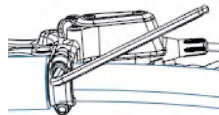

Figura 2-4 Montaje de la maneta del freno de disco
- ② Afloje los tornillos de fijación del cuerpo de la pinza del freno de disco para que el cuerpo de la pinza del freno de disco quede en una posición de ajuste fino y, a continuación, monte el adaptador en el cuadro.
- ① Asegure primero el asa de retención del disco.
- ② Apriete un tornillo hasta la mitad, luego apriete el otro tornillo y, por último, vuelva al tornillo original para apretarlo (como se muestra en la figura 2-4).
- ③ ★Par de bloqueo de la maneta del freno de disco = 60~80kgf-cm (52~69lb-in)
- ④ Sujete la maneta del freno de disco para mantenerla bajo presión y apriete los tornillos de fijación del cuerpo de la pinza de freno con las pastillas presionando contra el disco.
- ⑤ Accione varias veces la maneta del freno de disco para asegurarse de que el freno funciona con normalidad y de que no hay fugas de aceite.
- ⑥ ★Par de apriete del tornillo de fijación del convertidor = 70~90kgf-cm